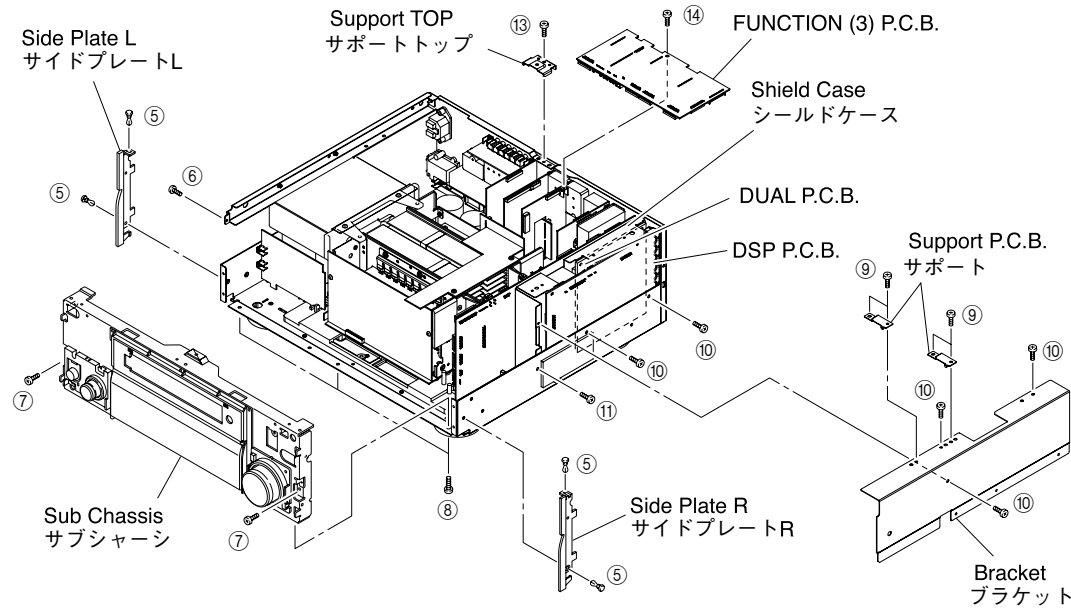

Fig. 2
- a. Remove 4 push rivets (⑤) and then remove the Side Plates L/R. (Fig. 2)
- b. Remove 1 screw (⑥), 2 screws (⑦) and 3 screws (⑧). (Fig. 2)
- d. Remove the Sub Chassis forward. (Fig. 2)
- a. ⑤のプッシュリベット4本を外し、サイドプレートL/Rを取り外します。(Fig. 2)
- b. ⑥のネジ1本、⑦のネジ2本、⑧のネジ3本を外します。(Fig. 2)
- d. サブシャーシを前方に取り外します。(Fig. 2)
- a. Remove 4 screws (⑨) and then remove the 2 Support P.C.B.s (Fig. 2)
- b. Remove 5 screws (⑩) and then remove the Bracket. (Fig. 2)
- c. Remove 1 screw (⑪). (Fig. 2)
- a. ⑨のネジ4本を外し、サポートP.C.B.2個を取り外します。(Fig. 2)
- b. ⑩のネジ5本を外し、ブラケットを取り外します。(Fig. 2)
- c. ⑪のネジ1本を外します。(Fig. 2)
5. Removal of FUNCTION (3) P.C.B.
- a. Remove 1 screw (13) and then remove the Support Top. (Fig. 2)
- b. Remove 1 screw (14).
- d. Remove the FUNCTION (3) P.C.B. which is connected directly to the lower P.C.B. with connectors. (Fig. 2)
5. FUNCTION (3) P.C.B.の外し方
- a. ⑬のネジ1本を外し、サポートトップを外します。(Fig. 2)
- d. FUNCTION(3)P.C.B.を取り外します。但し、FUNCTION(3)P.C.B.は、下方のP.C.B.と直接コネクター接続されています。(Fig. 2)